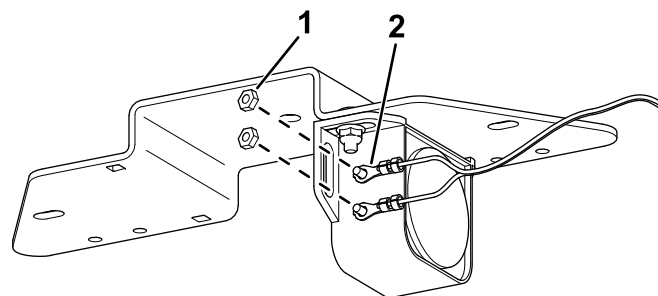

Figur 1
1. Fäst larmet på monteringsfästet med två vagnsskruvar (1/4 x 3/4 tum) och två flänsmuttrar (1/4 tum) (Figur 1).